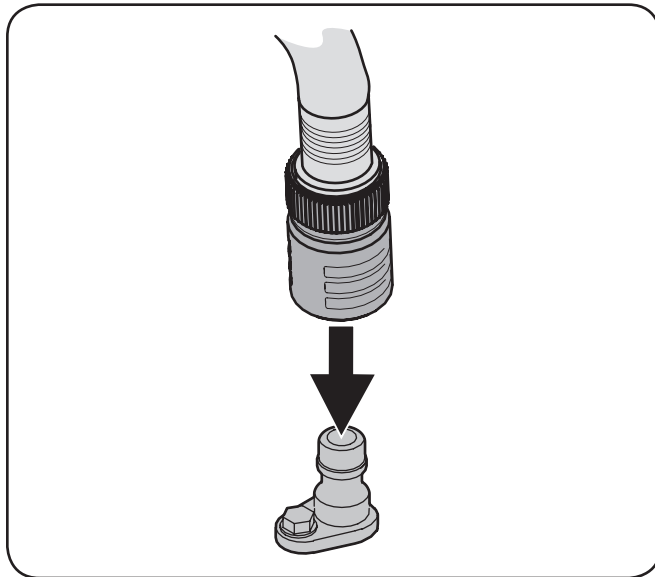

Figura 6-2
3. Una el acople de la manguera al puerto de agua que se encuentra en la superficie de la plataforma. Consulte Figura 6-2.